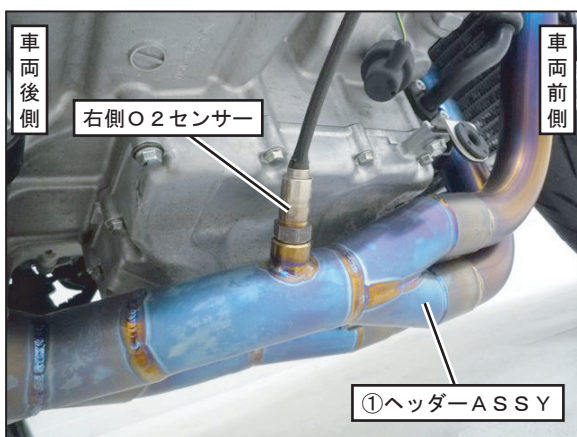

FIG. 8
6. 手順2で外した純正マフラーからO2センサーを外し、①ヘッダーASSY左右のセンサーボスにそれぞれ取り付け規定トルクで締め付けて下さい。（FIG. 8. 9参照）